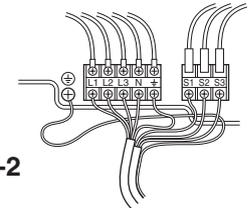

Fig. 6-2
6.1. Utomhusenhet (Fig. 6-1, Fig. 6-2)
- 2 Hänvisa till fig. 6-1 och fig. 6-2 när kablarna dras.